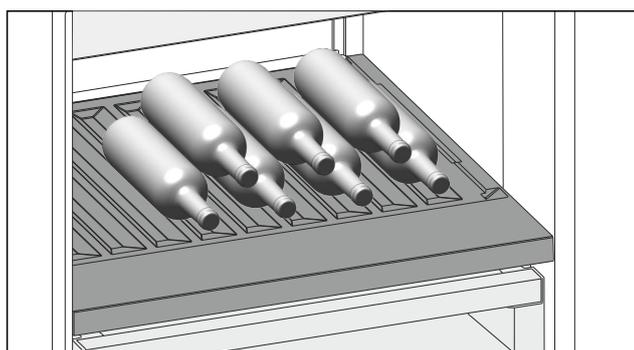

Fig. 99
- Steklenice vstavite z dnom proti zadnji steni aparata. (glejte Fig. 99)